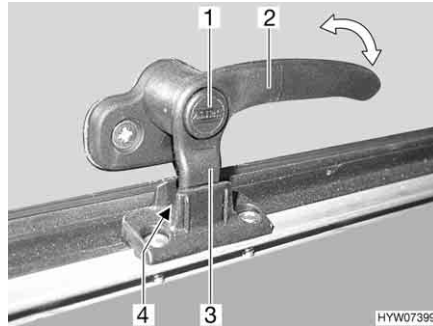
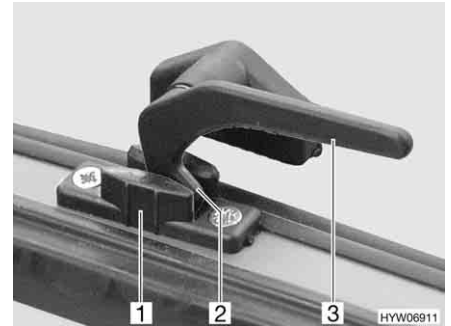

Bild 60 Låsarm med låsknapp i läget "kontinuerlig vädring"
Bild 61 Låsarm i läget "kontinuerlig vädring"
- I läget "kontinuerlig vädring" (Bild 60 och Bild 61)
- Tryck på låsknappen (Bild 60,1) om sådan finns och håll den nedtryckt.
- Sväng låsarmen (Bild 60,2 eller Bild 61,3) ett kvarts varv mot fönstrets mitt.
- Vrid tillbaka låsarmen. Därvid måste låsarmens låsspak (Bild 60,3 eller Bild 61,2) föras in i spåret på fönsterlåsen (Bild 60,4 eller Bild 61,1).
- Släpp låsknappen (Bild 60,1) om sådan finns.